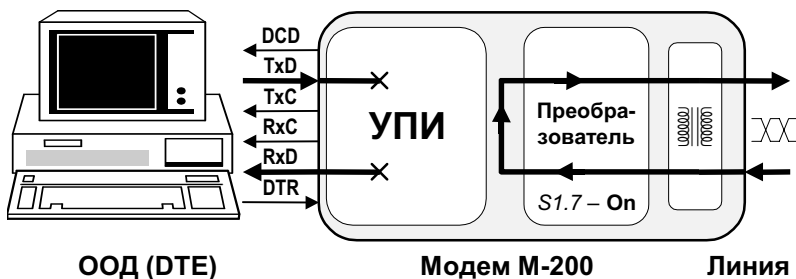

Рис. 13. Проверка в режиме *Цифровой шлейф (DL)*
7.2.3 Режим проверки *Цифровой шлейф (DL)*
Режим проверки *Цифровой шлейф (Digital Loopback)* обеспечивает включение возврата данных, принимаемых с физической линии, непосредственно на **ЛОКАЛЬНОМ** модеме. Рис. 13 иллюстрирует принцип проверки *Цифровой шлейф (DL)*.